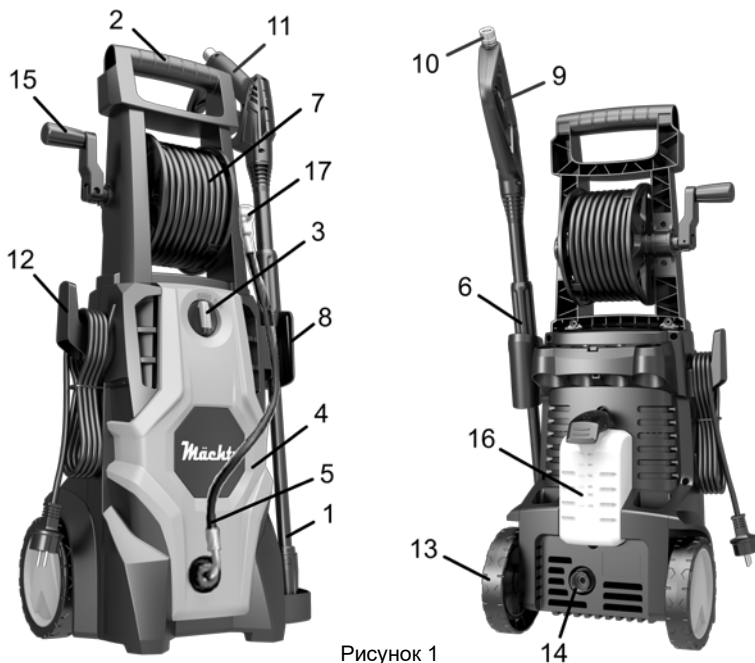

Рисунок 1
4.2.4 Утримуючи курок пістолета в натиснутому положенні, увімкніть двигун вимикачем (3) (рисунок 1). У перші секунди роботи помпи можлива подача води «ривками» – це видаляються залишки повітря.